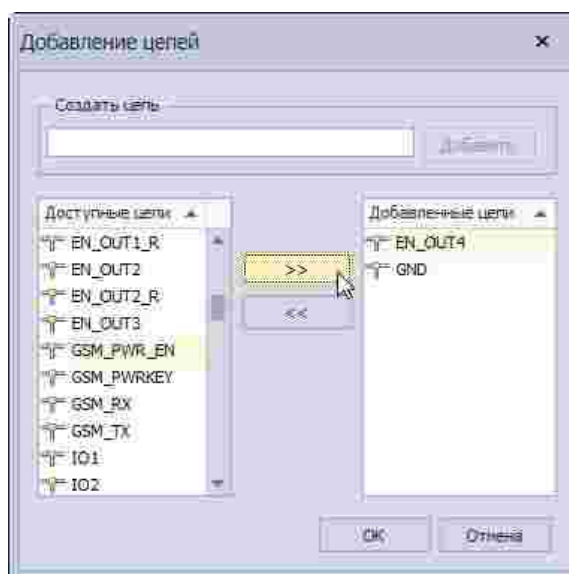

Рис. 139 Выбор цепей для шины из списка размещенных цепей
4. Выбрать из списка доступных цепей, размещенных на схеме, те цепи, которые необходимо «добавить» в шину. Список размещенных на схеме цепей отображается в левом столбце. Для выбора цепи необходимо нажать «Добавить цепь», кнопка , см. Рис. 139.